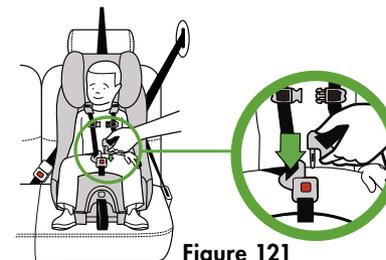

Figure 121
- Insérez les languettes de la boucle dans la boucle, une à la fois, tel qu'illustré dans la **Figure 121**. Un déclic devrait se faire entendre.